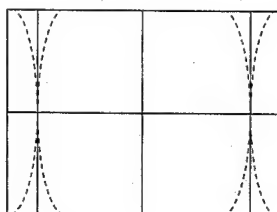

Abb. E6
- Mit den Pfeiltasten "◀" und "▶" die vertikalen Linien im Randbereich auf geringste Verzerrung einstellen (siehe Abb. E6).